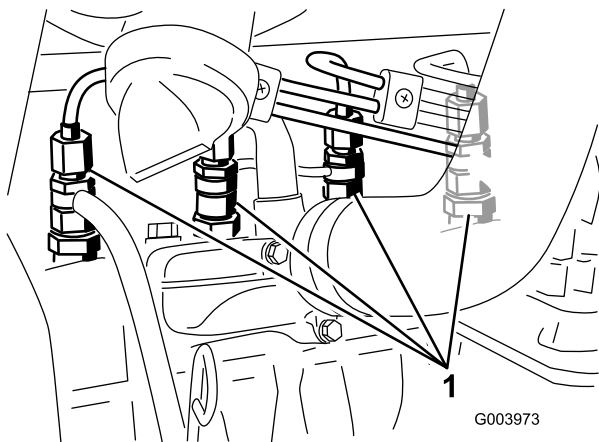

Figure 67
1. Desserrez le raccord entre l'injecteur N° 1 et le porte-injecteurs (Figure 67).